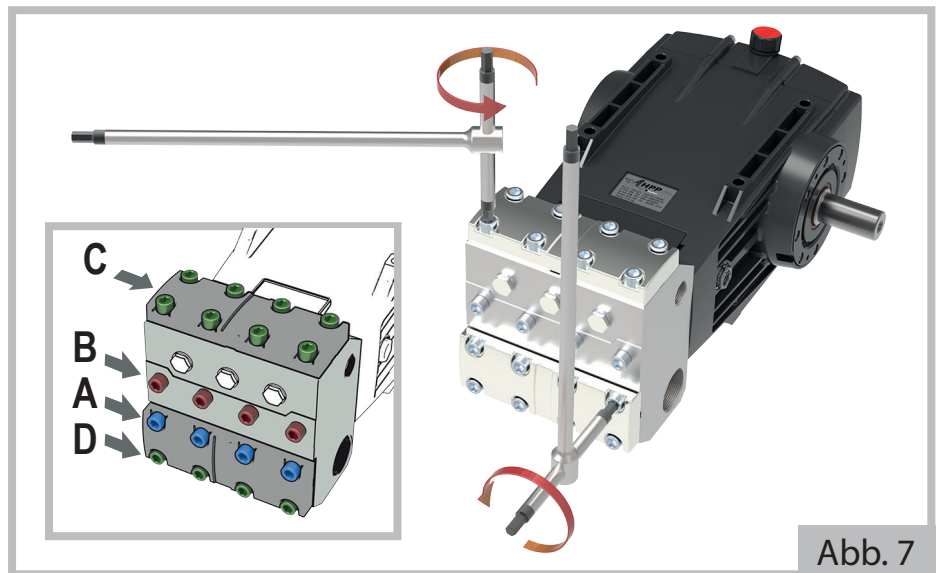

Abb. 7
- a) Die beiden Ventilstopfen (1) vom Kopf (3) abmontieren, indem die Schrauben **A-C-D** (siehe Detail Abbildung 7) mit einem 12 mm-Inbusschlüssel losgeschraubt werden, wobei man sich an das folgende Verfahren zu halten hat:
- die beiden Ventilstopfen (1) entfernen